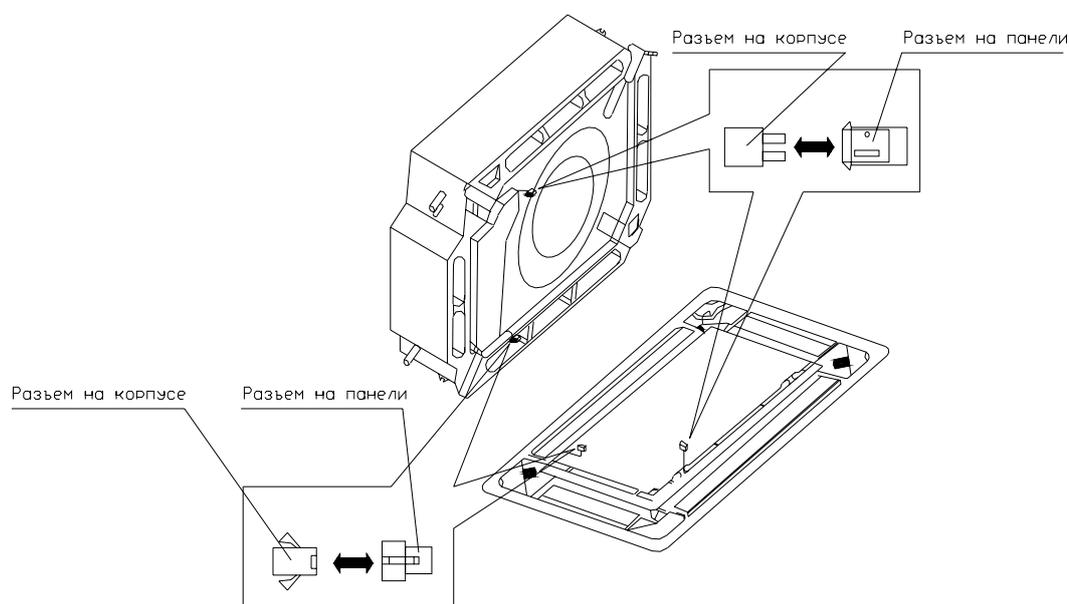

Рисунок 6.12-Установка декоративной панели
- Перед тем как установить декоративную панель подключите при помощи разъемов электродвигатель жалюзи (см. рисунок 6.12).